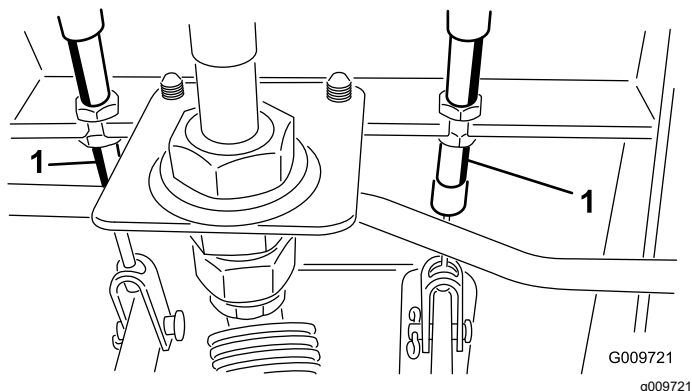

Figura 80
- A. Povolte přední matici na konci brzdového lanka se závitem (Figura 80).